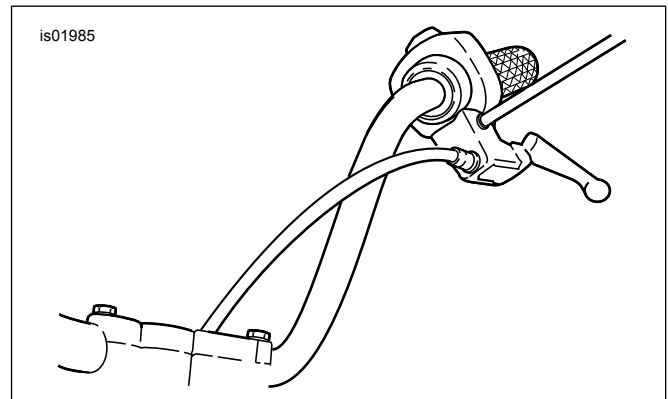

Figura 1. Nova orientação do cabo da embreagem
2. Nos modelos FXSTB: Prossiga para o passo 3. Para todos os modelos, exceto FXSTB: Veja a Figura 1. Reposicione o cabo da embreagem na parte interna do guidom como segue:
- d. Consulte Figura 1. Passe o cabo da embreagem para dentro do guidom e reconecte o cabo da embreagem na alavanca da embreagem.